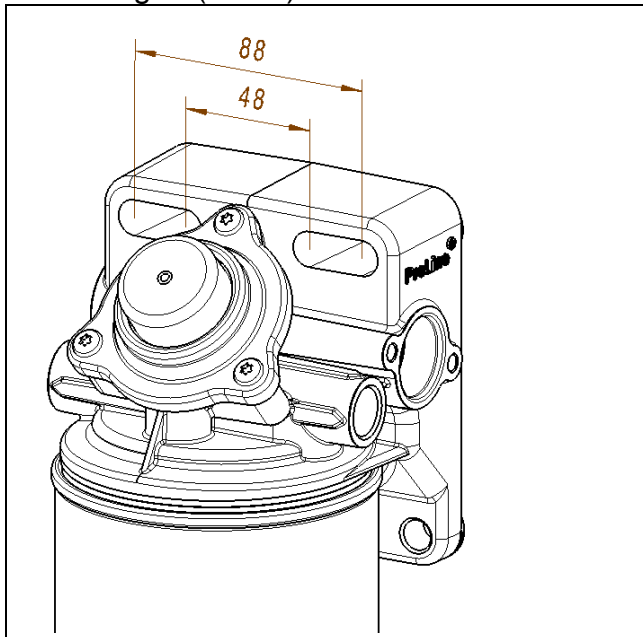

Bild 2 Langlochanstand 50 – 87 mm
- Lochabstände suchen (wenn Bohrungen bereits vorhanden) bzw. Bohrungen anbringen (Bild 2).